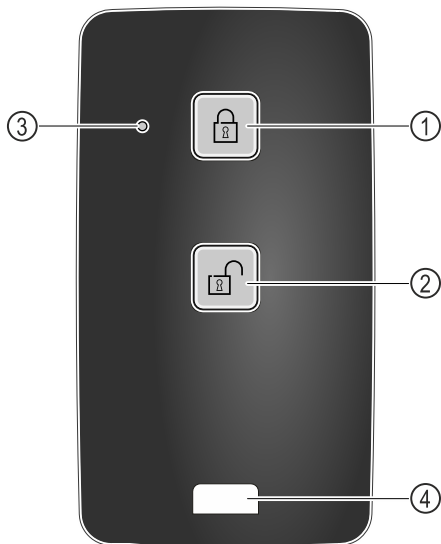

Fig. 212
- (1) Заблокировать замок
- (2) Разблокировать замок
- (3) Светодиод состояния
- (4) Крепежная проушина
- ▶ Нажмите кнопку Fig. 212 (1) на пульте дистанционного управления.
- ▶ Нажмите кнопку Fig. 212 (2) на пульте дистанционного управления.
- ▶ Светодиод состояния Fig. 212 (3) при нажатии на кнопку выдает оптический ответный сигнал.
- ▶ Проушина Fig. 212 (4) для закрепления пульта дистанционного управления, например, на связке ключей.